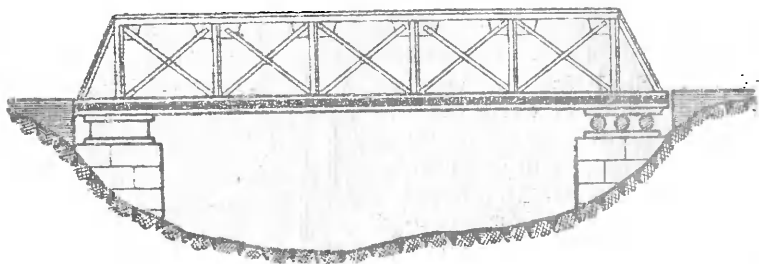

Рис. 125. Одна из опор мостовой фермы поκειται на катках.
1. Почему у мостовых ферм один конец неподвижно закрепляется на опоре, а другой поκειται на катках (рис. 125)?